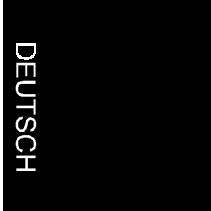

Abbildung 5: Installation beendet
5. Danach wird der Text "Start to install program (Y/N)" angezeigt. Drücken Sie **<Y>**, um fortzufahren. Nun beginnt die Installation. Dieser Vorgang dauert möglicherweise einige Minuten. Ist die Installation abgeschlossen, wird das in Abbildung 5 gezeigte Fenster eingeblendet.